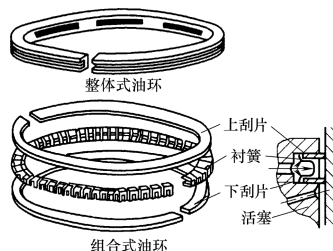

图 1-56 钢带组合式油环
2) **组合式油环**由上下两刮片与中间的衬簧组成，刮片用镀铬钢片制成，衬簧的周边比气缸内圆周略大一些，如图 1-56 所示。刮片紧紧压向气缸壁。这种油环的接触压力高，对气缸壁面适应性好，而且回油通路大，重量小，刮油效果明显。近年来汽车发动机上越来越多地采用了组